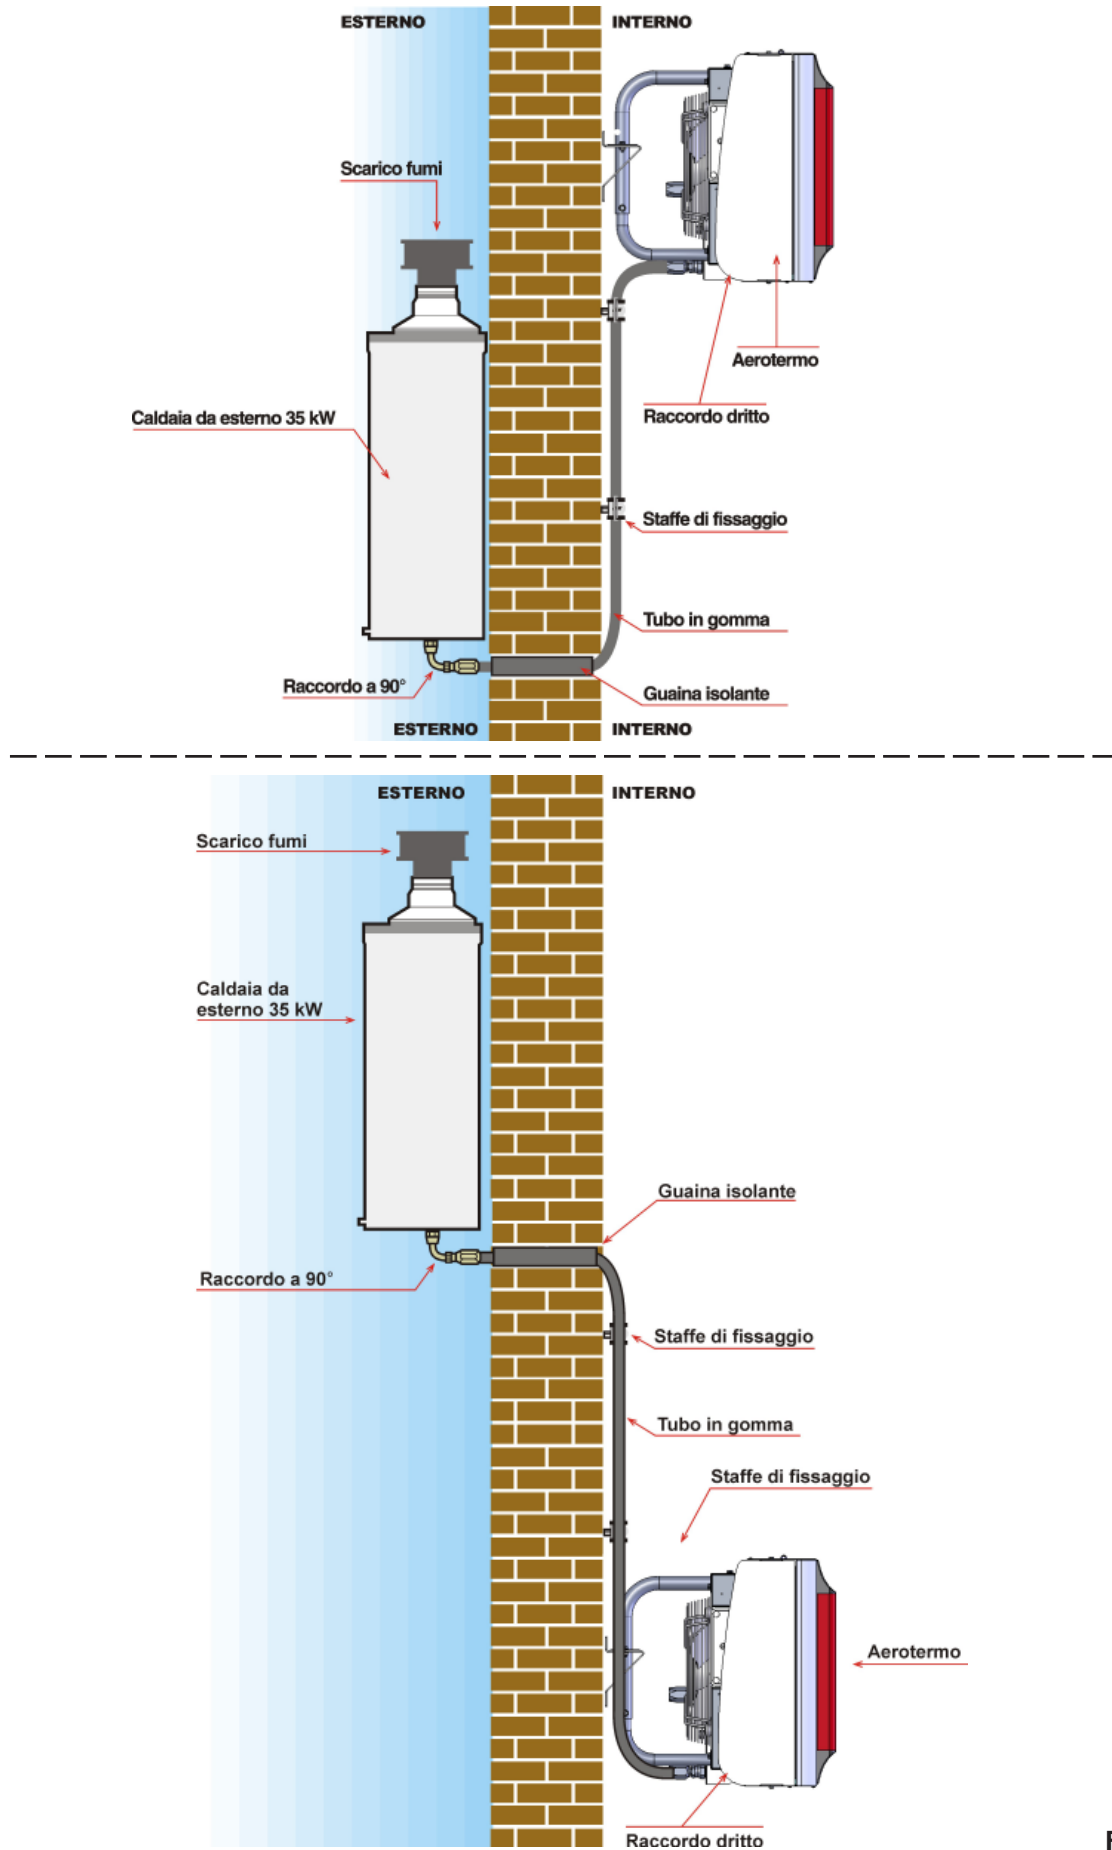

Fig. 9
- nel caso in cui la caldaia sia installata ad una quota inferiore all'aeroterma, la tubazione deve essere posizionata in modo tale da non creare sifoni che possano intrappolare aria determinando una cattiva circolazione del fluido termovettore vedi fig. 9;
- nel caso in cui la caldaia sia installata ad una quota superiore all'aeroterma, la tubazione deve essere posizionata in modo tale da non creare sifoni che possano intrappolare aria determinando una cattiva circolazione del fluido termovettore vedi fig. 9;